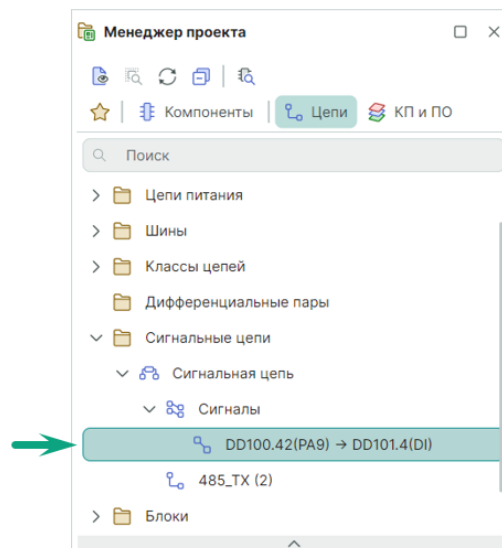

Рис. 151 Отображение сигнала в панели «Менеджер проекта»
- В результате в панели «Менеджер проекта» → «Сигнальные цепи» → «Сигнальная цепь» → «Сигналы» отображается автоматически созданный сигнал «DD100.42(PA9) → DD101.4(DI)», см. Рис. 151.